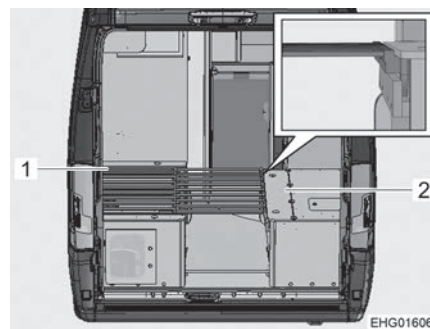

Fig. 84 Durante la trasformazione
- Sollevare leggermente il telaio portamaterasso (Fig. 84,1) della dinette sinistra ed estrarre la base estraibile del telaio portamaterasso.
- Aprire il coperchio del cassone letto (Fig. 84,2) della dinette destra.